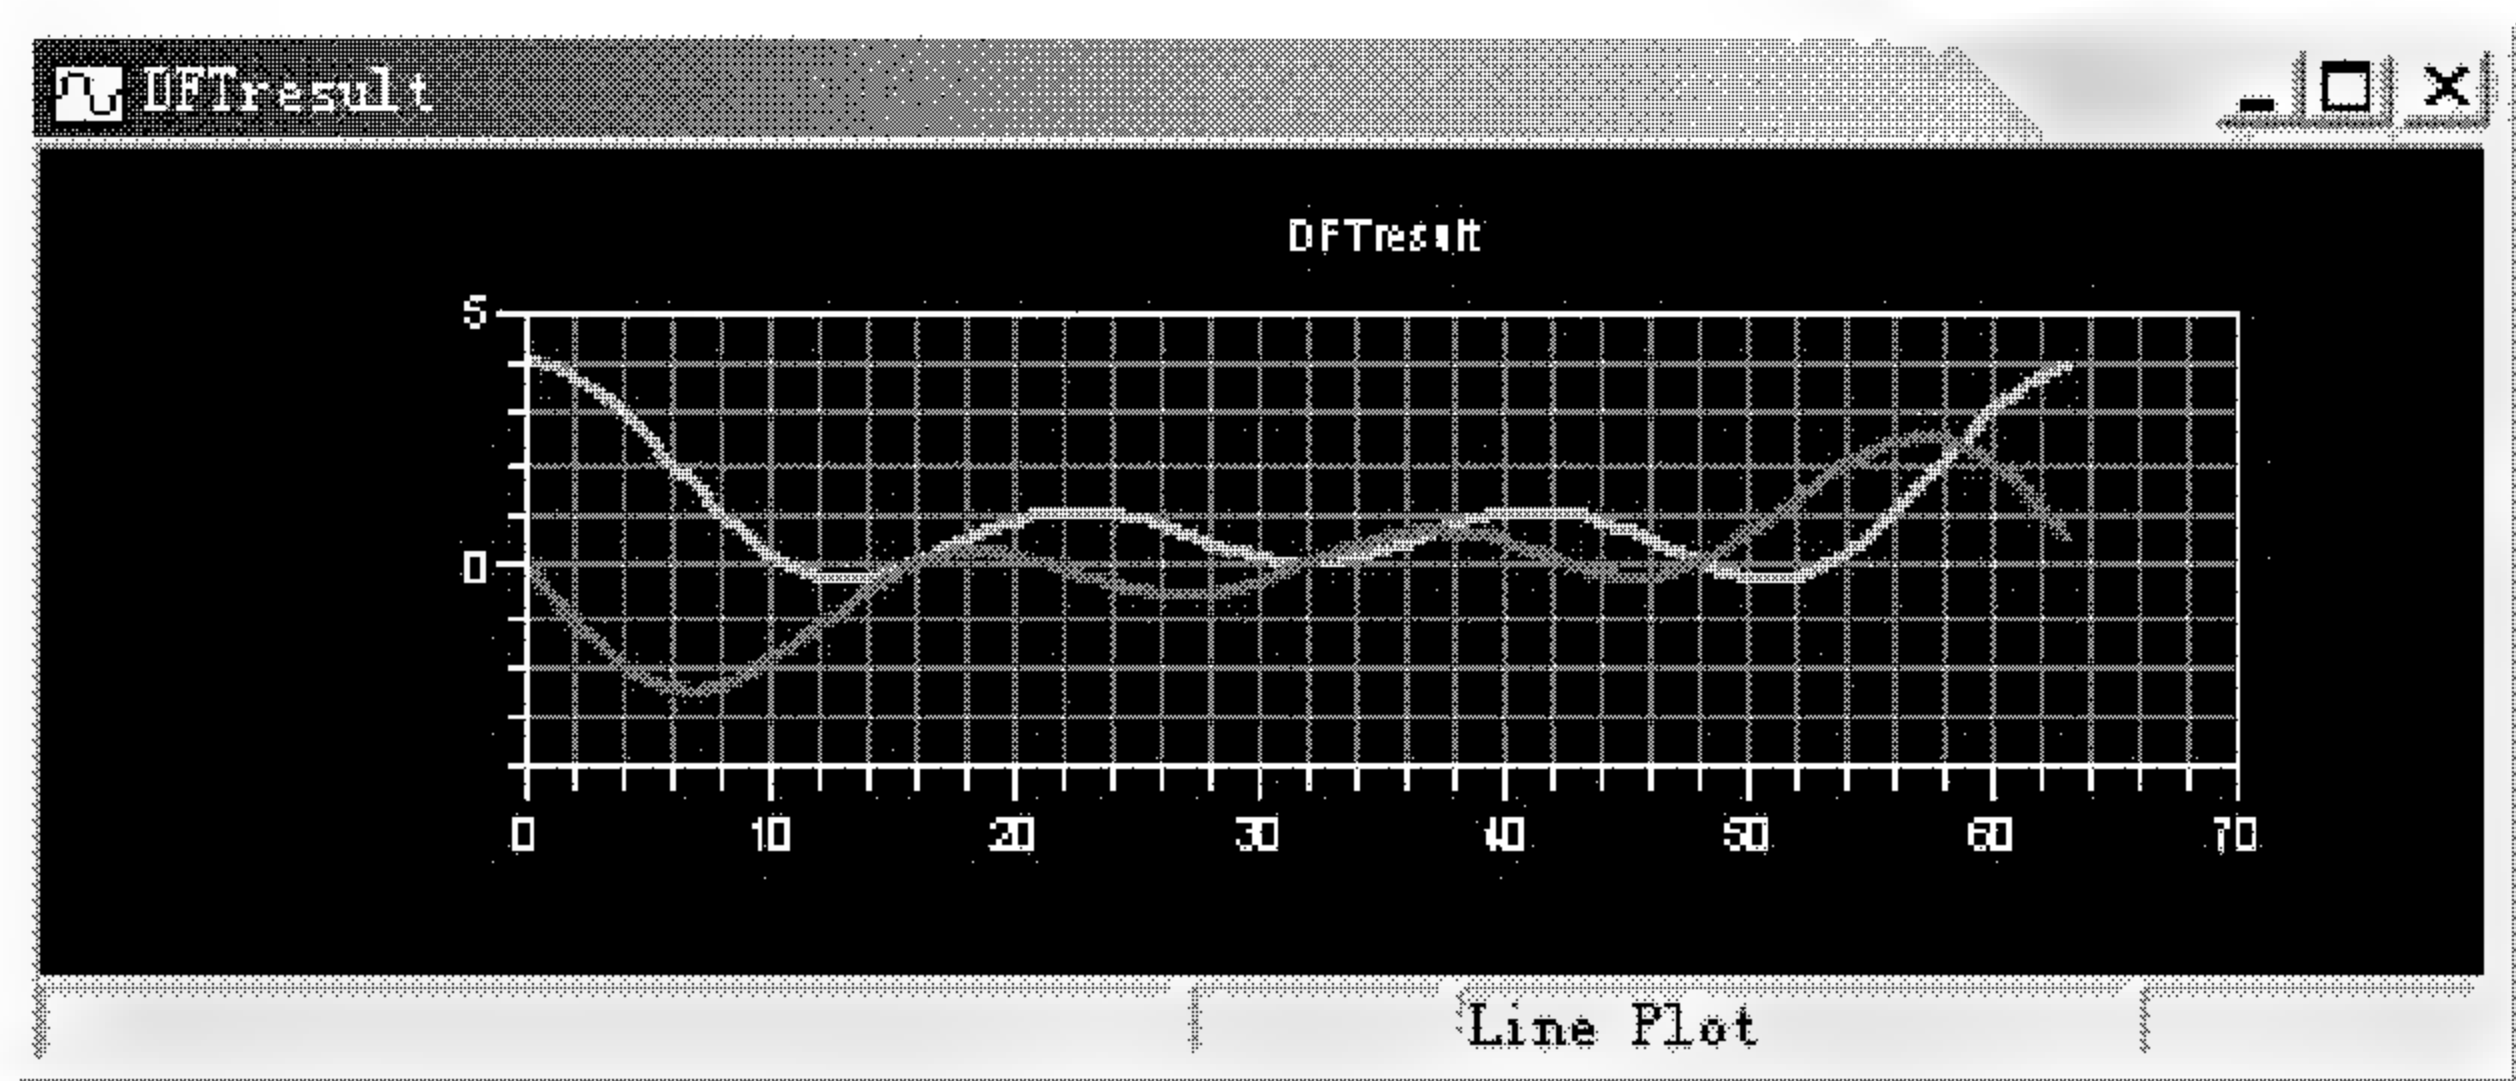
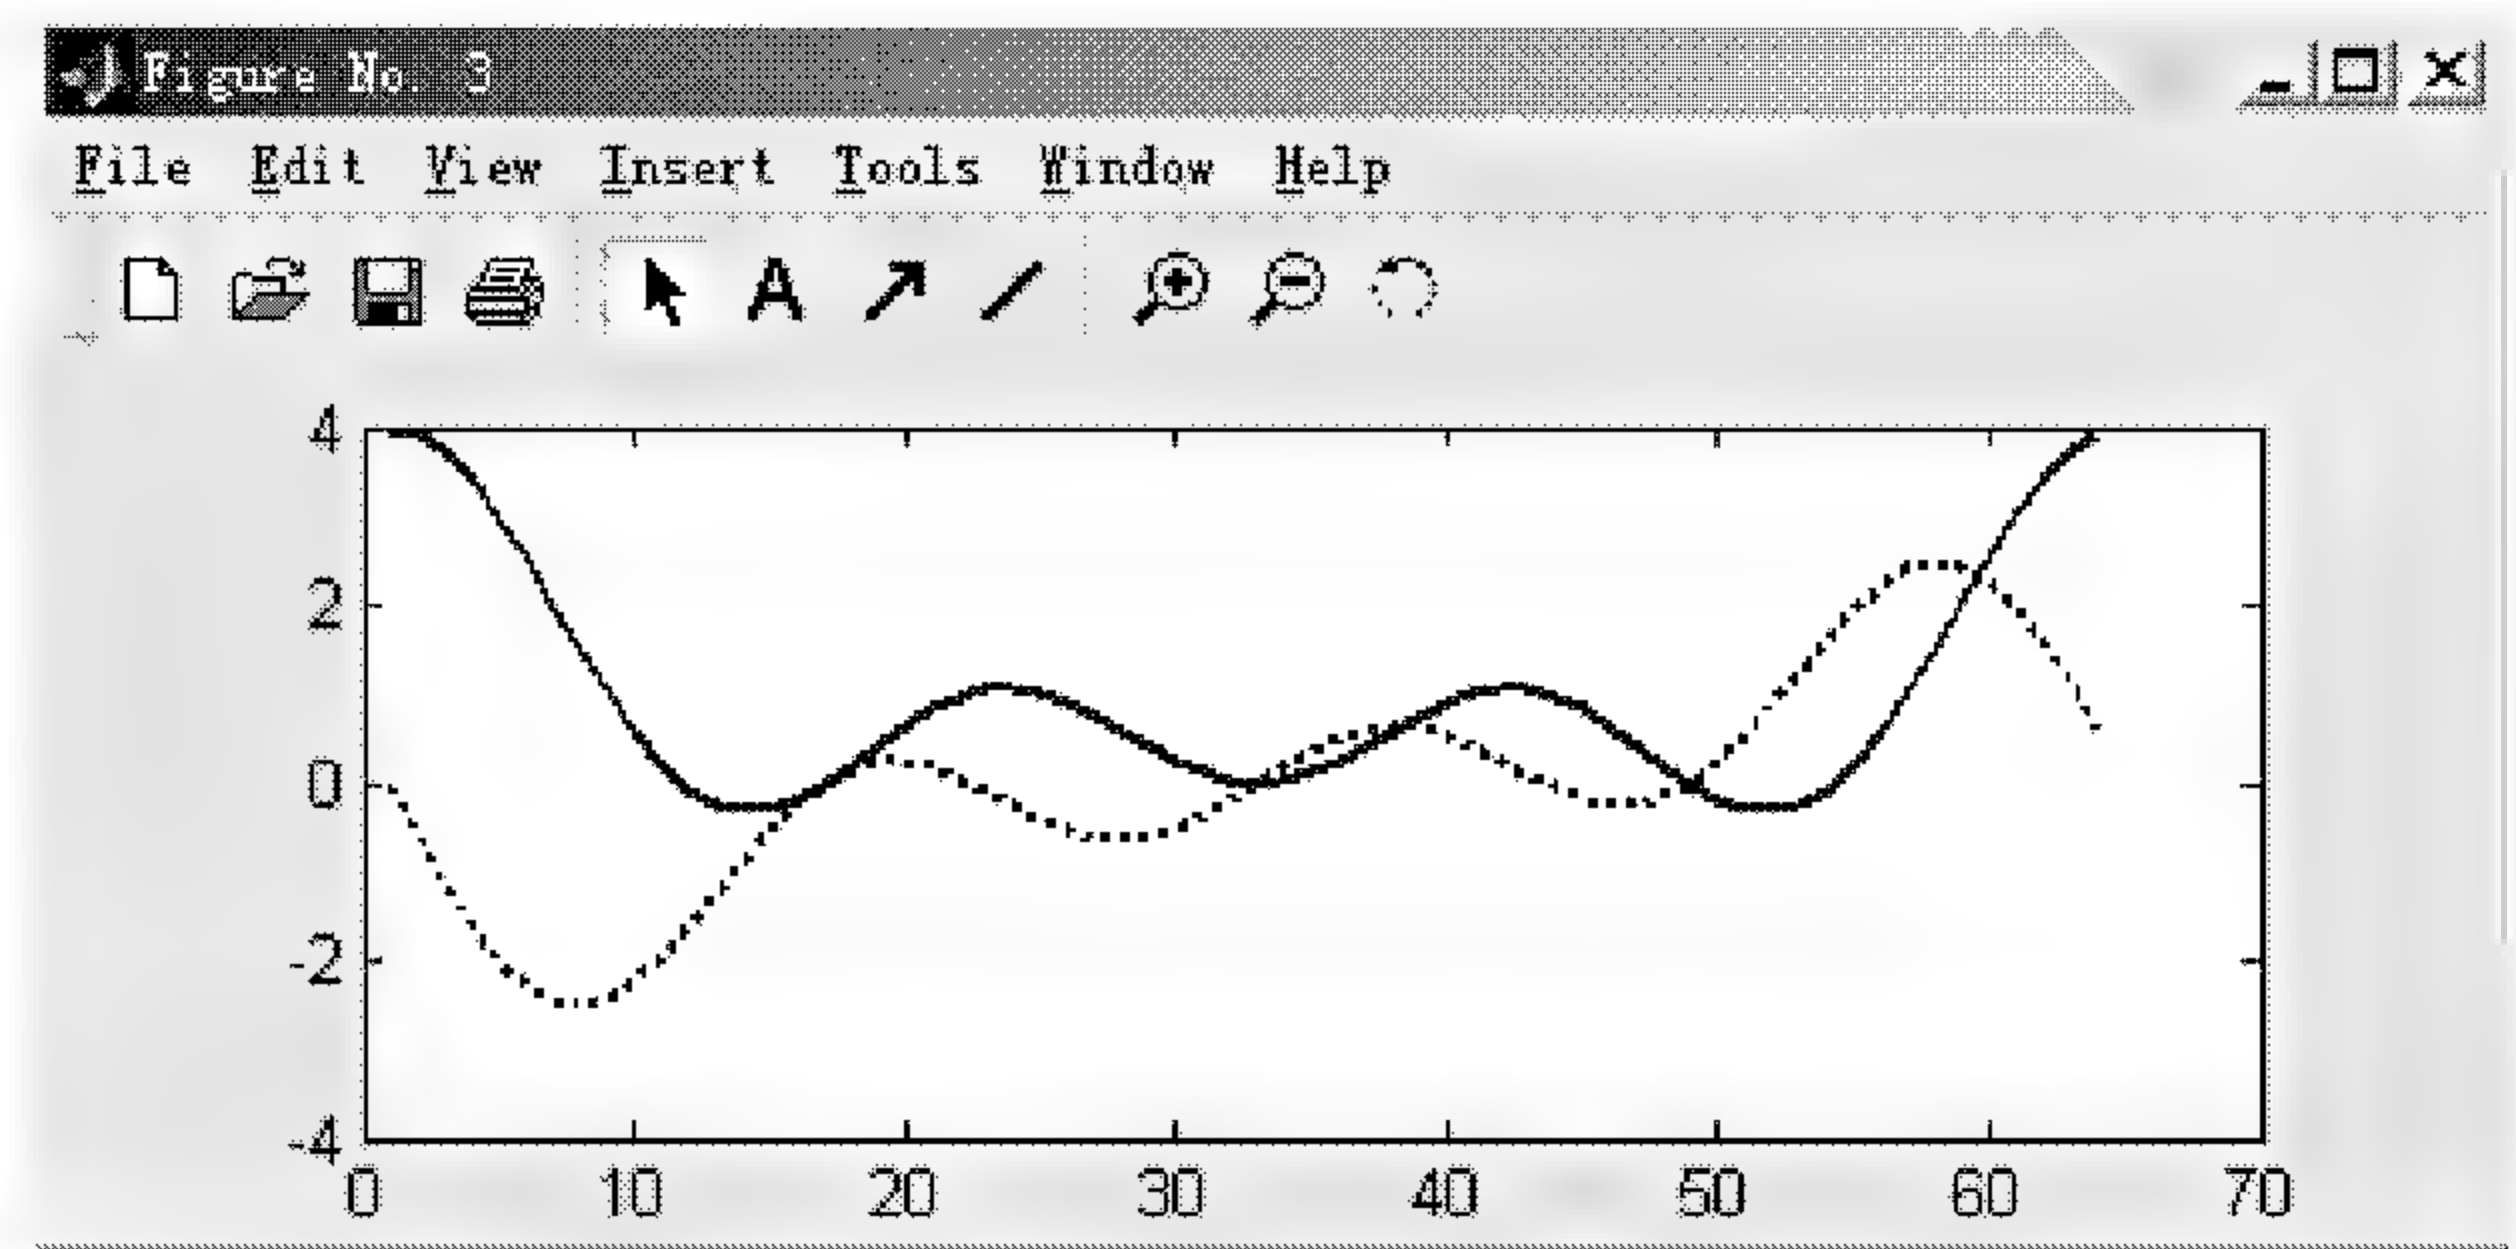

图 4.18 VisualDSP++的 DFT 处理结果的图形显示
图 4.19 MATLAB 的 DFT 处理结果
(12) 利用 **VisualDSP++** 中的调试工具进行调试。
- (13) 在 dft.asm 源文件的 end 标号处设置一断点，然后运行程序。
- (14) 选择 View → Debug Windows → Plot → New，打开 Plot Configuration 对话框。在此对话框中设置画出 DFT 处理结果的实部(real)和虚部(imag)。关于 Plot Configuration 对话框的设置方法我们在前面已作了详细介绍，这里不再重复。VisualDSP++的图形显示结果如图 4.18 所示。
- (15) 为了验证 DSP 处理结果的正确性，需要利用 MATLAB 来进行同样的处理，并比较它们的结果。下面利用 MATLAB 对测试数据进行同样的处理，并画出其处理结果，如图 4.19 所示。
- 比较图 4.19 和图 4.18，可以看出 DSP 处理结果与 MATLAB 的处理结果完全相同，这表明汇编程序 DFT 是正确的。
- (16) 有时为了进行更精细的比较，需要把 DSP 处理的中间结果或最终结果输出到某一文件中，然后把此数据文件读入到 MATLAB 空间中，与 MATLAB 处理的中间结果或最终结果进行比较，从而可以快速查出 DSP 程序中存在的问题，因此 MATLAB 对于帮助 DSP 程序调试是非常有用的。下面演示如何把 DSP 的处理结果输出到某一数据文件中，并把此数据文件读入到 MATLAB 空间中进行分析。